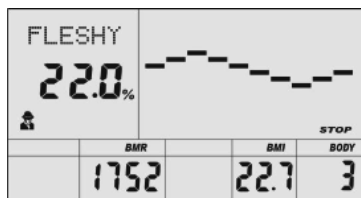

图 40
- ① 在进行体脂测试时，应手握心率测试片，测试结果为：体脂百分比，基础代谢率 BMR，身体质量指数 BMI，体型 BODY 及体型描述。（如图 40）